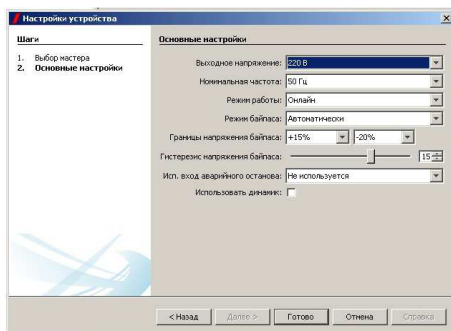

Рисунок 5. Внешний вид меню «Настройки»
3. Внешний вид меню «Настройки» ПО «Shtyl Device Manager» представлен на **рисунок 5**.